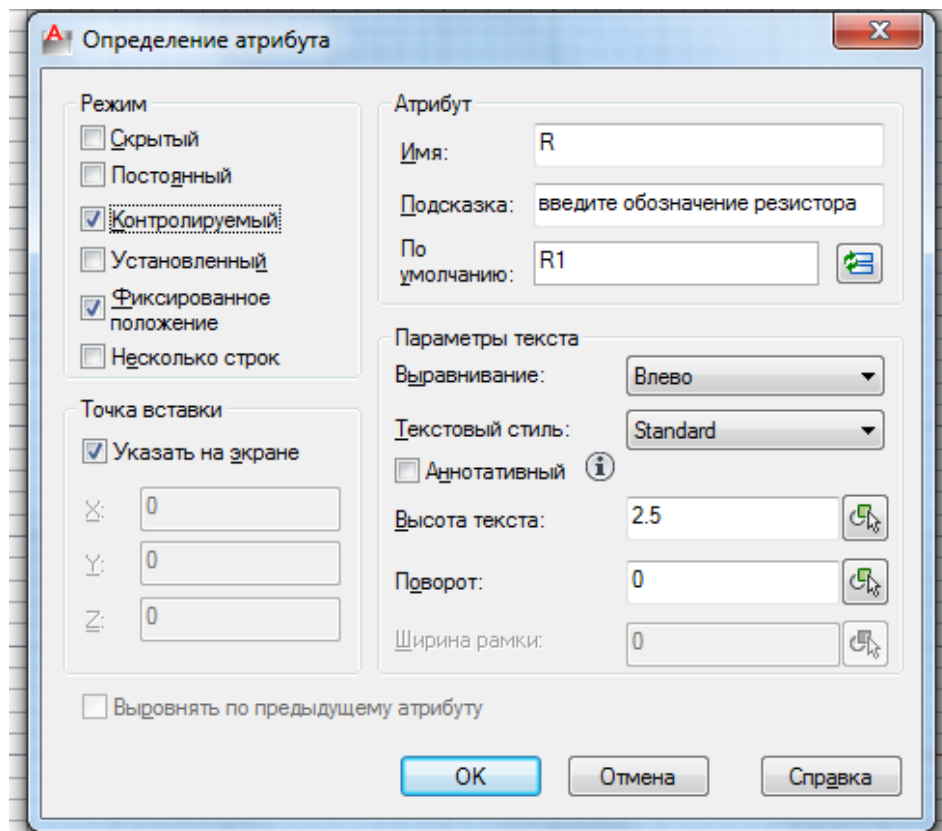

Рисунок 7.1 – Диалоговое окно Определение атрибута
Пусть необходимо изобразить схему электрическую принципиальную. При этом над каждым изображением элемента схемы необходимо нанести надпись (обозначение). Для создания атрибута необходимо указать в меню *Рисовать-Блок-Определение атрибутов* (рисунок 7.1).
5. Для атрибута задать точку вставки и в области *Параметры текста* необходимо задать такие же параметры, как и для однострочного текста (рисунок 7.1).